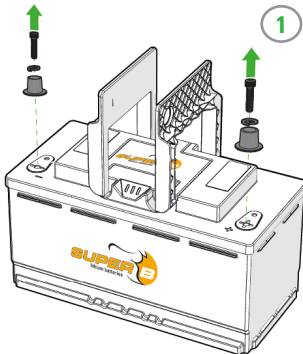

Abbildung 9. Entfernen Sie die Kfz-Batteriepole.
1. Entfernen Sie die Kfz-Polklemmen. (Abbildung 9)